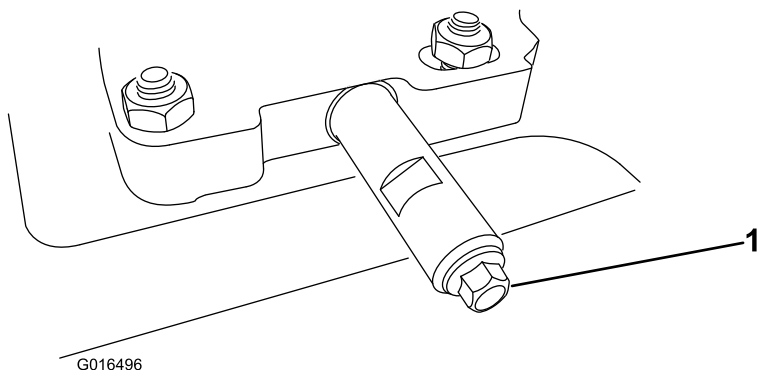

Figura 49
1. Pulite l'area attorno al tappo di spurgo dell'olio (Figura 49).